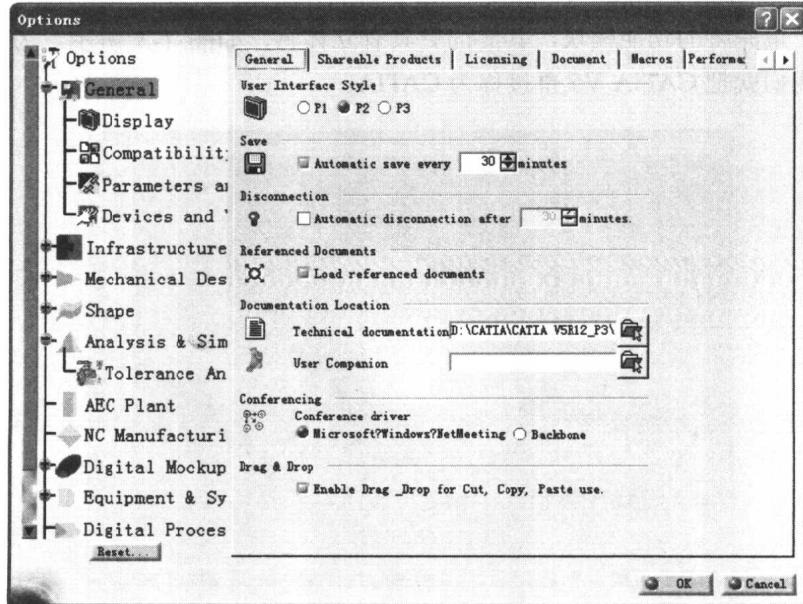

图 1-1 环境设置对话框
CATIA V5 环境参数的设置主要在 Options 对话框中实现。执行菜单命令 Tools→Options 打开设置对话框，如图 1-1 所示。
(1) General 选项卡如图 1-1 所示。